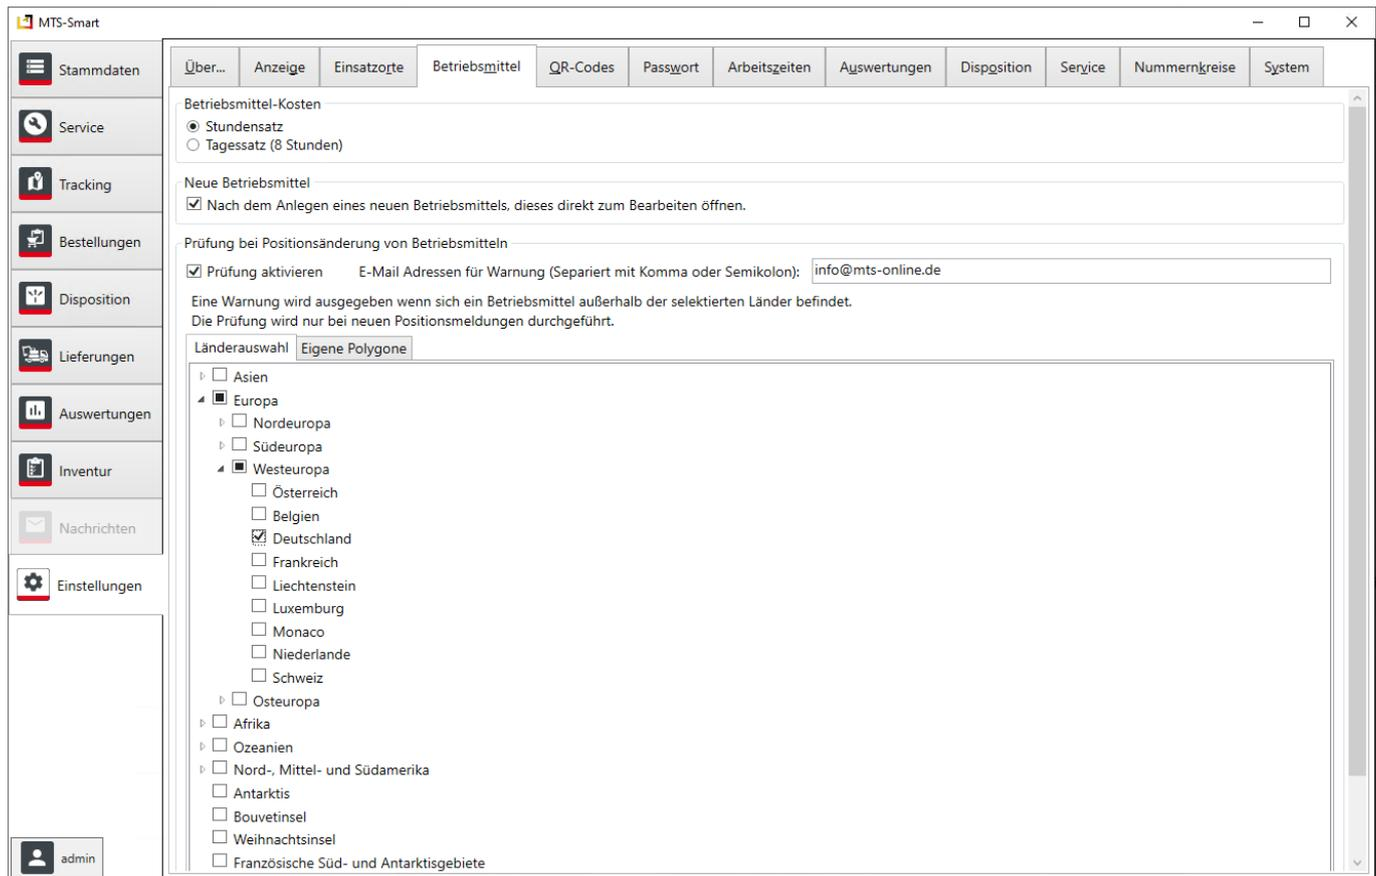

Abbildung 86: Das Untermenü Einstellungen Betriebsmittel – Länderauswahl für Geofences
1. Im Reiter **Länderauswahl** können Sie Länder als Referenzflächen einstellen, z.B. Deutschland, s. Abbildung 86.